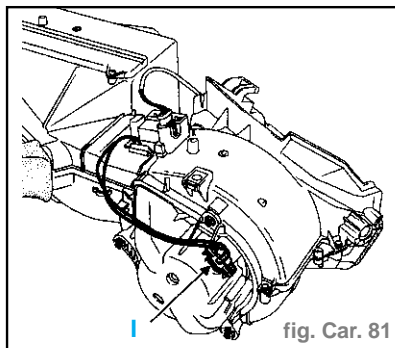

fig. Car. 81
- Débrancher le connecteur d'alimentation (I). (fig. Car. 81)